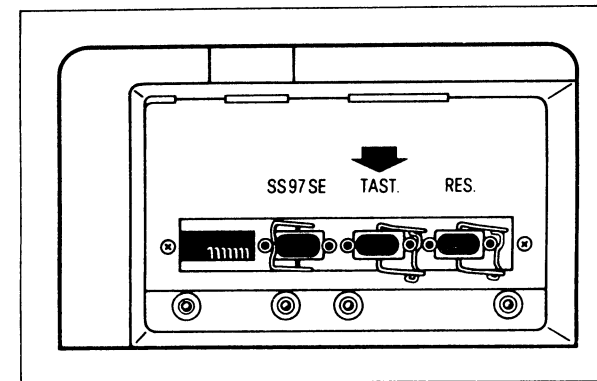

Bild 4.3: Steckplatz der Tastaturleitung
- 14 Schließen Sie die Verbindungsleitung der Tastatur an dem im Bild 4.3 mit Pfeil gekennzeichneten Steckplatz an.